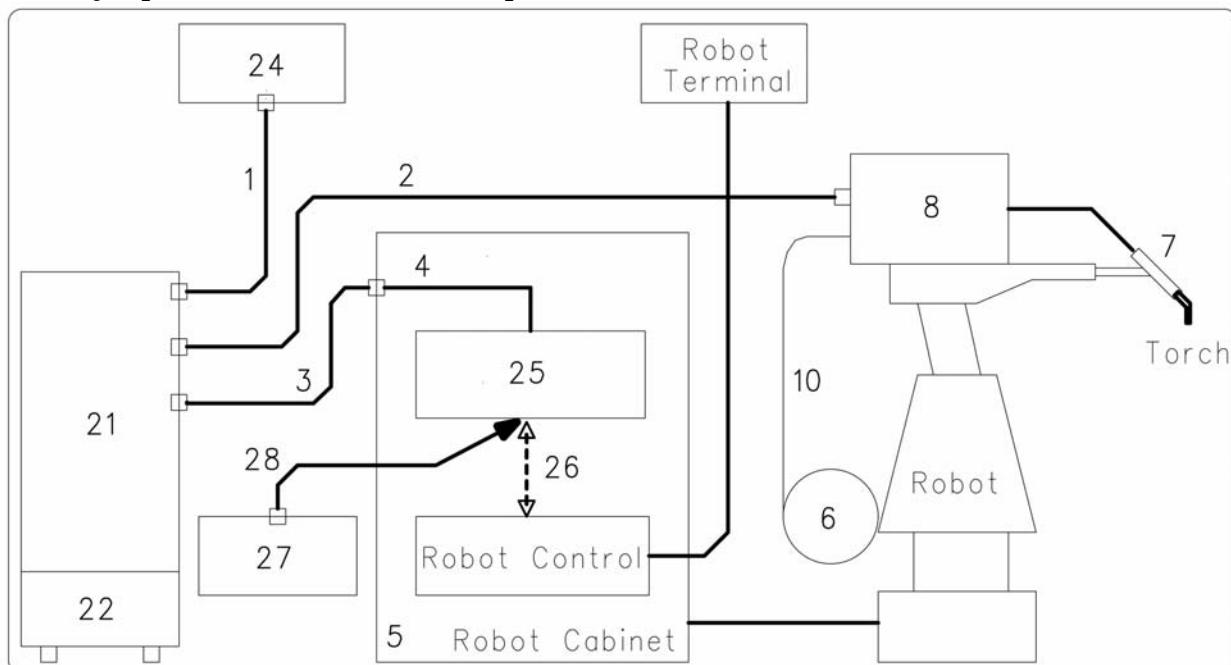

fig. 2
Se componen esencialmente de los equipos ilustrados en el ejemplo de fig. 2.
- Si no hecho ya previamente, desconectar cada conexión entre la Interfaz Robot y Control Robot (conexión (26) en fig. 2).
- Conectar el Simulator Robot (27) a la Interfaz Robot (25) y a la fuente de la alimentación externa, usando exclusivamente la apropiada prolongación (28) anexa al Simulador Robot.